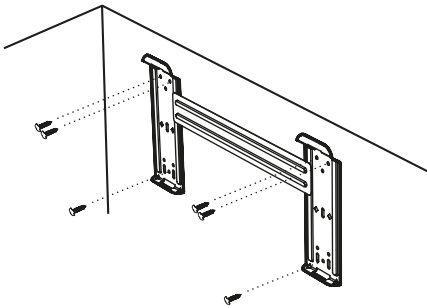

Рисунок 6
- Расположите металлическую монтажную панель внутреннего блока на стене в соответствии с рис. 6.